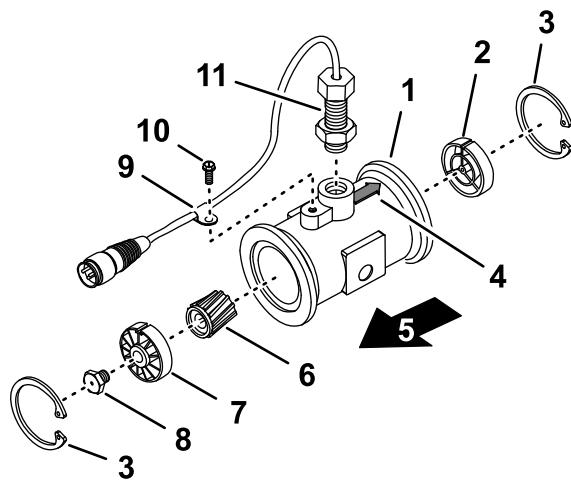

Figura 111
3. Rimuovete l'anello di ritenuta sul lato a monte (Figura 111).